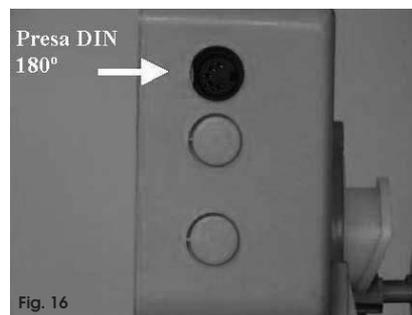
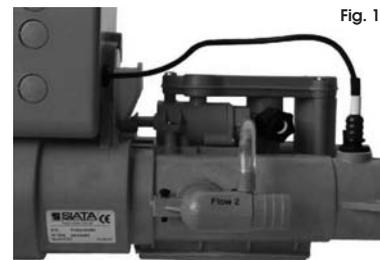

Fig. 16
Fig. 17
- Il controller è inibito. Se si sta usando la presa DIN (Fig. 16), verificare che dentro la calotta del connettore non ci siano corti circuiti fra i morsetti.
In fig. 16 è visibile la presa DIN 180° dove è possibile connettere la sonda contaltri.
In fig. 17 è visibile l'installazione della sonda contaltri su una valvola V132 quando il cavo è montato nel box del controller.
The installation of the controller must be effected by qualified personal; the procedures of installation must be performed with the controller disconnected from power supply. The controller is composed of a box in ABS, closed frontally from a plate fixed with 4 screws and protected with a transparent cover. The controller is powered with a transformer 230 / 12 Vac. Other type of transformers are available on demand. (Es. 115 / 12 Vac - 60 Hz). If the Aqua Timer is in the Chronometric version, the right side of the box is opened in correspondence of the plug DIN 180° (Fig. 16). If the Aqua Timer is in the Volumetric version, on the back side of the box there is the cable of the water meter cable that must be inserted in the special lodging on the valve or on the SIATA turbine (Fig. 17).